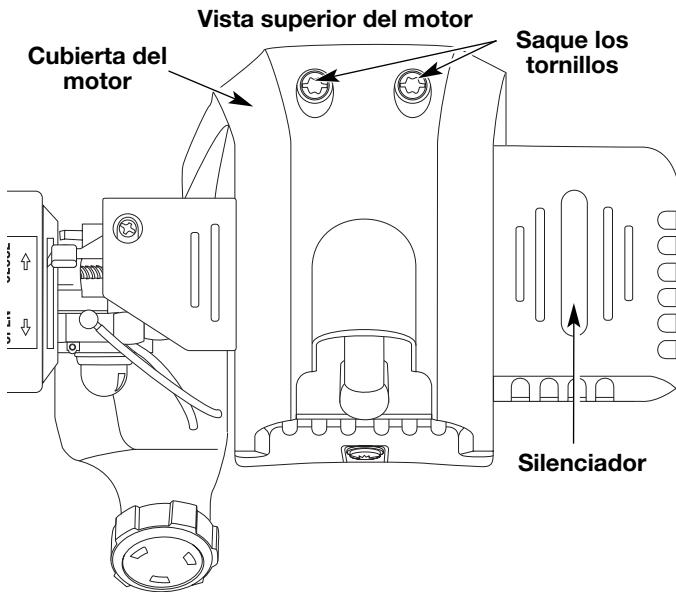

Fig. 23
- 1. Quite los dos (2) Tornillos de encima de la tapa del motor con un destornillador de pala o Torx #25 (Fig. 23).